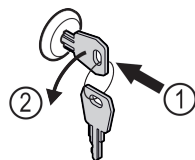

Fig. 176
- ▶ Пъхнете ключа. Fig. 176 (1)
- ▶ Завъртете го на 90° обратно на часовниковата стрелка. Fig. 176 (2)